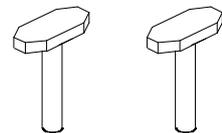

Bild 2-1-4
- ❑ Befestigungs-Stecker (HSSPIN) - Mit diesen Steckern wird das Basisteil von der Kühlkörperhalterung auf dem Mainboard durch Klemmen fixiert. Zwei Stück pro Kühlkörperhalter erforderlich. (siehe Bild 2-1-4)